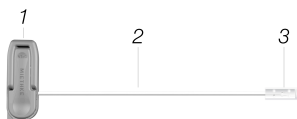
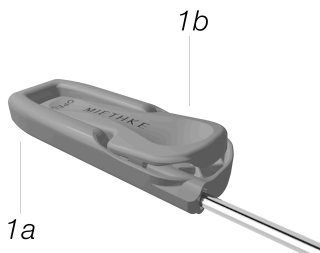

Fig. 1: Tunneller compus din mâner (1) și tijă Tunneller (2) cu protecție pentru transport (3)
Fig. 2: Mânerul este compus din carcasa mânerului (1a) și clapeta de blocare (1b)
Tunneller este format din două componente (fig. 1): un mâner (1) și o tijă Tunneller (2), al cărui capăt deschis este dotat cu o protecție pentru transport (3). Mânerul (fig. 2) este fabricat din material plastic și este compus din carcasa mânerului (1a) și o clapetă de blocare (1b).
tul ascuțit este dotat cu o protecție pentru transport (fig. 1, poz. 3), care trebuie îndepărtată înainte de utilizare. Utilizatorul poate configura *Tunneller* în funcție de situația anatomică individuală a pacientului și de tehnica preferată, pe baza posibilităților amintite mai sus.